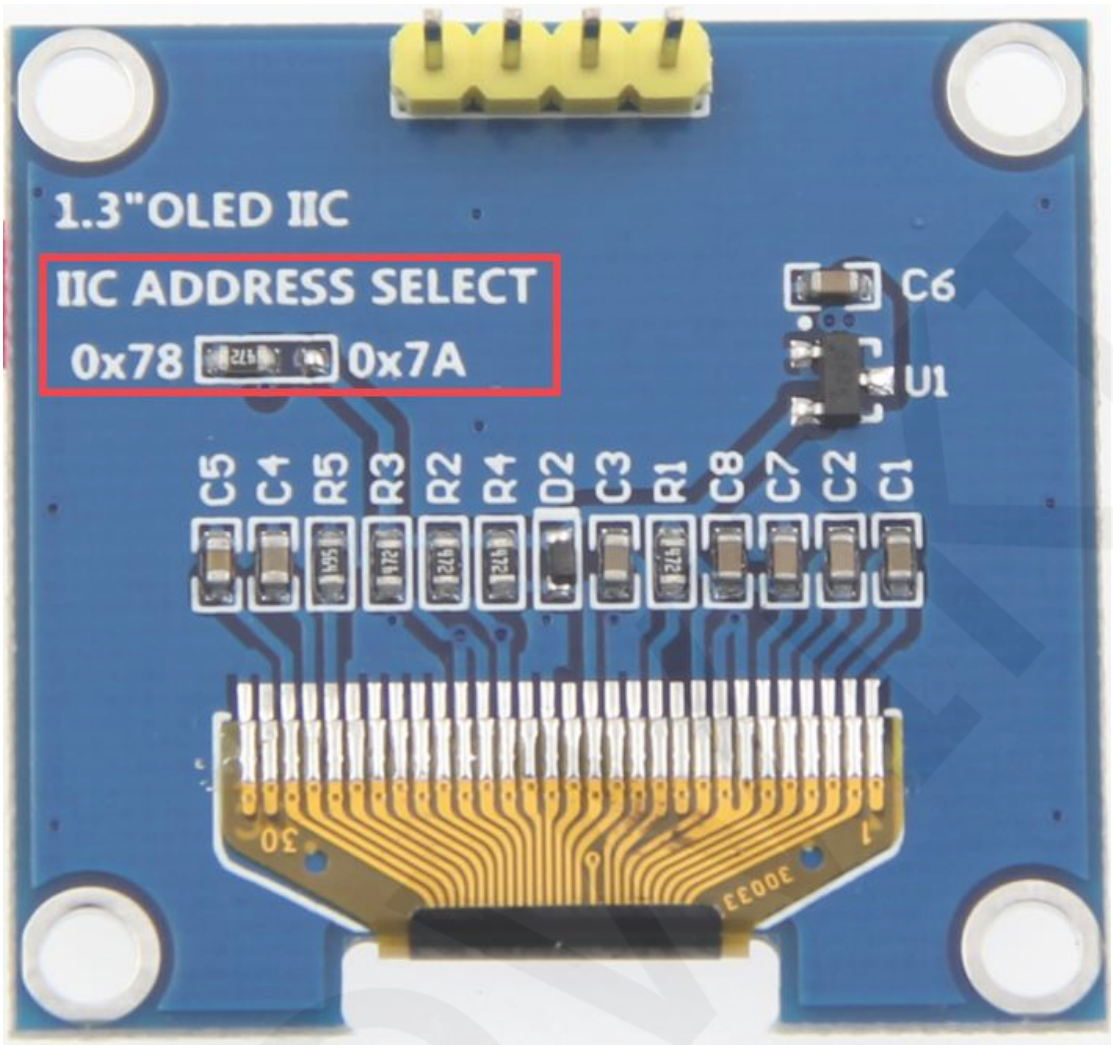

图3. 模块背面图
- 1、本模块支持IIC从设备地址切换（如图3红框内所示），具体说明如下：